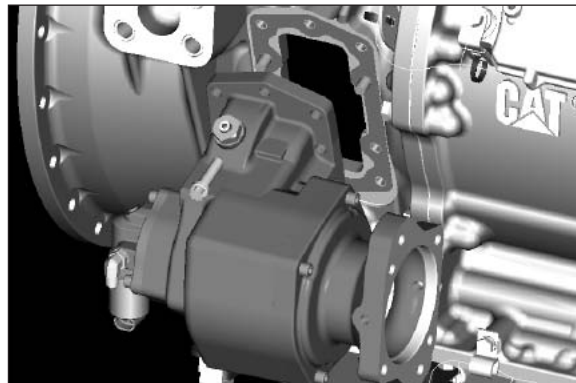

Abb. 5
5. Den Nebenantrieb anbringen und mit der mitgelieferten oberen Kopfschraube befestigen (**Abb. 5**).